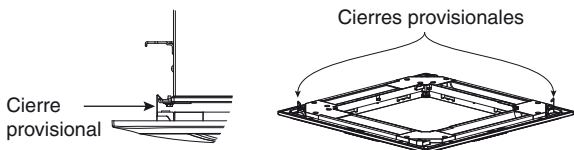

Fig. 7-7
- (1) Suspenda los cierres temporales en el interior del panel del techo en el receptáculo de la unidad para fijar temporalmente el panel del techo en su lugar. (Fig. 7-7)
- Para quitar el panel del techo, sujételo mientras presiona los cierres temporales hacia fuera. (Fig. 7-7)